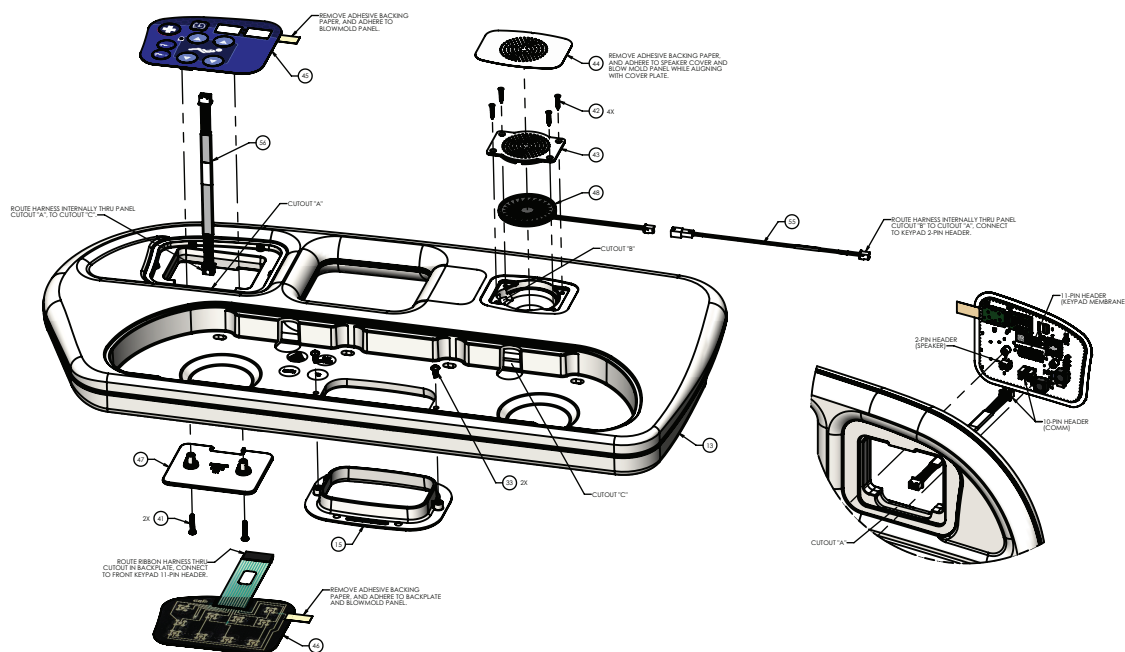

Figure 40 – Remplacement de la membrane de la barrière de tête de lit, côté droit du patient
6. À l'aide d'un outil à pointe, retirer la membrane externe (46) de l'arceau de barrière (13) (Figure 40).
7. À l'aide d'un tournevis cruciforme n° 2, retirer et conserver les deux vis (41) qui fixent la plaque de support de la membrane (47) à l'ensemble de barrière (Figure 40).
8. Déconnecter la membrane externe (46) de la carte de commande de la membrane interne et la jeter (Figure 40).
10. À l'aide d'un outil à pointe, retirer la membrane interne (45) de l'arceau de barrière (13) et la jeter (Figure 40).
6. À l'aide d'un outil à pointe, retirer et jeter l'étiquette de la barrière externe (14) (Figure 40).
7. À l'aide d'un outil à pointe, retirer la membrane externe (46) de l'arceau de barrière (13) (Figure 40).
8. À l'aide d'un tournevis cruciforme n° 2, retirer et conserver les deux vis (41) qui fixent la plaque de support de la membrane (47) à l'ensemble de barrière (Figure 40).
9. Déconnecter la membrane externe (46) de la carte de commande de la membrane interne et la jeter (Figure 40).
11. À l'aide d'un outil à pointe, retirer la membrane interne (45) de l'arceau de barrière (13) et la jeter (Figure 40).
12. À l'aide d'un tournevis à douille de 3/8 po, retirer et conserver les six boulons (34) qui fixent l'arceau de barrière (13) à l'ensemble de barrière (Figure 40).
13. Jeter l'arceau de barrière (13).